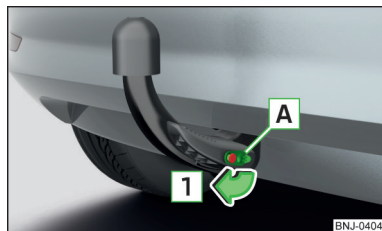

Fig. 239
- Rimuovere il coperchio **A** dalla serratura in direzione della freccia **1** » fig. 239.